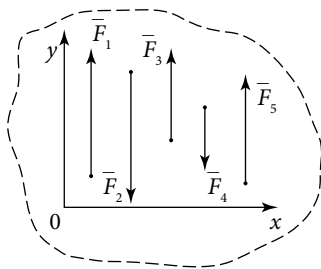

Рис. 9
**Параллельной системой сил** называется такая система сил, линии действия которой параллельны (рис. 9). Тело в данном случае обозначено кривой линией.